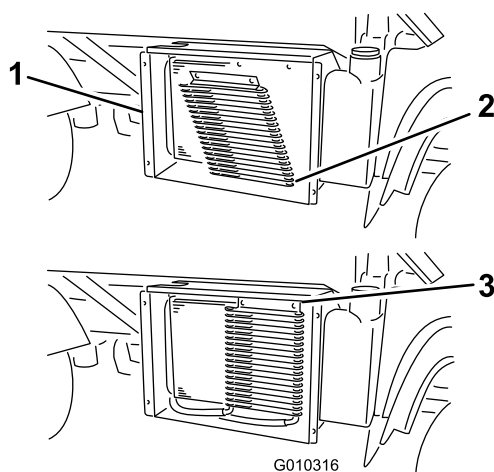

Figura 62
3. Se presenti, ruotate i fermi e spostate il refrigeratore dell'olio dal radiatore (Figura 62).